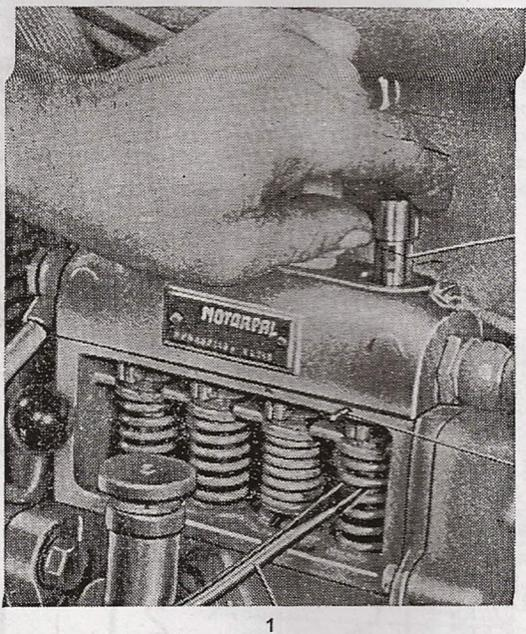
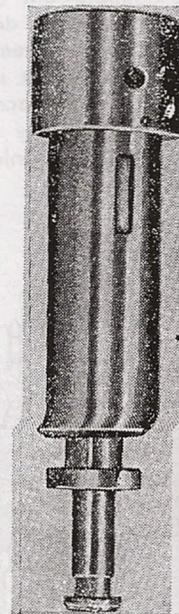
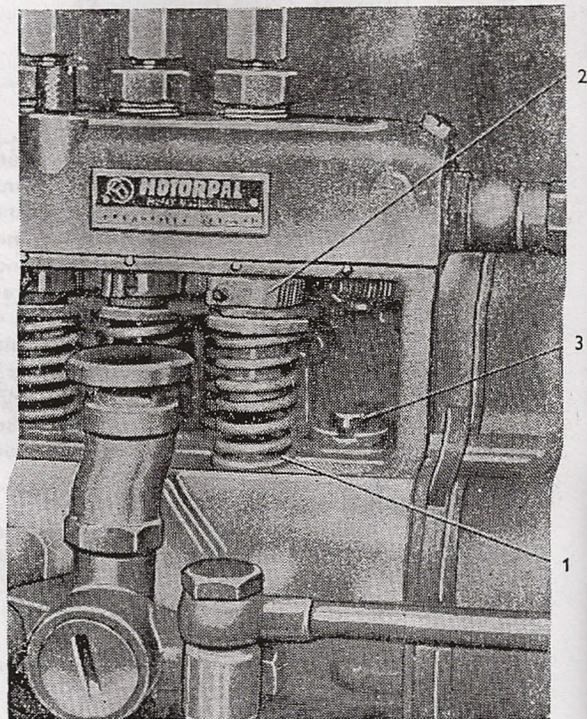
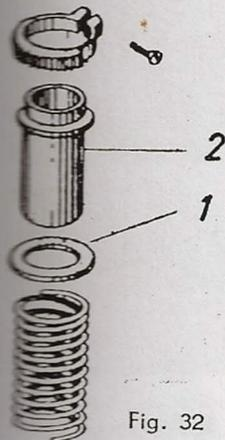

Fig. 29
Fig. 30
Fig. 31
Fig. 32
4. A l'aide d'un montage approprié ou d'un tourne-vis (fig. 29/1) appliqué sous la culasse faire pression sur le piston. En comprimant le piston on chasse la goupille de sûreté (fig. 29/2) hors de la rainure (fig. 29/3) dans le cylindre et il est alors facile de retirer par en haut le piston avec le cylindre (fig. 30).
piston (fig. 31/1) avec la coupelle supérieure de ressort (fig. 32/1) et avec le manchon de réglage (fig. 31/2) on va facilement retirer ce manchon ainsi que le ressort. Attention à la rondelle d'épaisseur (fig. 31/3). Remplacer le ressort et reprendre les opérations en sens inverse pour remettre le manchon de réglage à sa place. Au remontage veiller à la bonne position de ce manchon (fig. 32/2) par rapport aux autres manchons de réglage. Veiller aussi à ce que la rainure dans le cylindre (fig. 29/3) soit placée exactement en regard de l'orifice pour goupille de sûreté (fig. 29/2) dans la pompe et la goupille rentre facilement dans cette rainure; ne pas user de force en effectuant ces opérations. Avant le remontage débarrasser les éléments de leur graisse anti-rouille — ne pas confondre les pistons ou cylindres.
En cas de remplacement de plus d'un élément profiter de la première occasion pour faire vérifier la pompe sur un pupitre de réglage dans un atelier spécialisé. Après avoir été débarrassé de la couche de graisse de conservation antirouille et après son rinçage au gas-oil propre, le piston doit rentrer dans son cylindre sous l'effet de son propre poids (fig. 30).